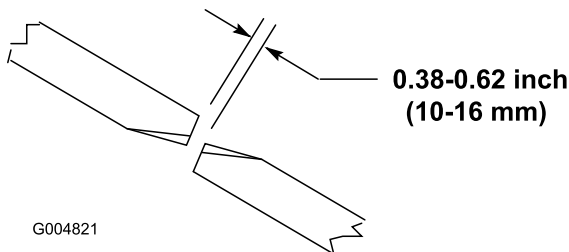

Figure 24
Pour que le plateau de coupe fonctionne correctement, les pointes des lames des plateaux latéraux et du plateau central doivent être espacées de 10 à 16 mm (Figure 24).
2. Tournez une lame centrale et une lame latérale adjacente de manière à aligner les pointes des lames. Mesurez la distance entre la pointe des lames (Figure 24).